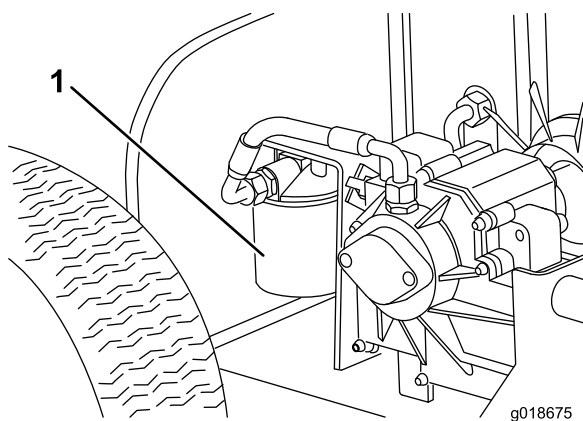

Figura 21
4. Limpe a zona em torno da montagem do filtro (Figura 21).